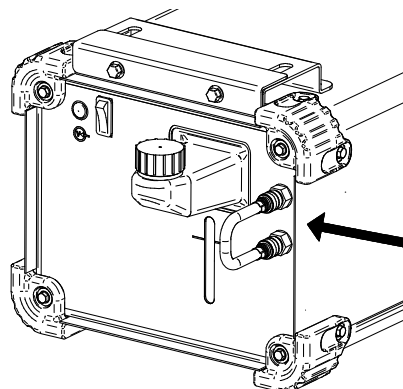

Figura 5.
- Conectați furtunul cu un conector rapid de apă (adăugat la echipament) la orificiul de intrare și de ieșire al răcitorului (Figura 5).